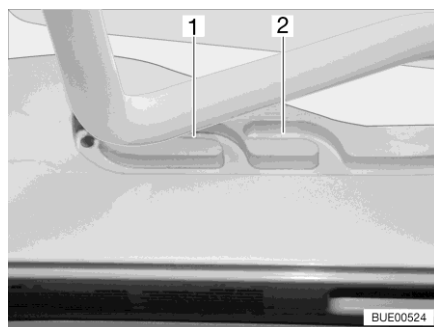
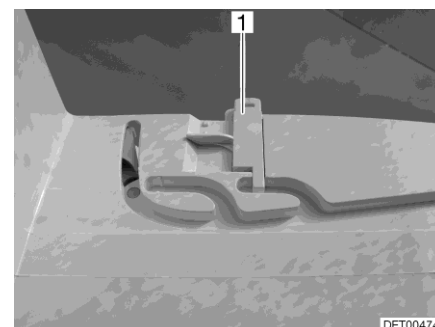

Fig. 89 Guida (posizione di ricircolo d'aria)
Fig. 90 Bloccaggio (posizione di ricircolo d'aria)
È possibile portare l'oblò Heki in due posizioni di ricircolo d'aria: Posizione brutto tempo (Fig. 89,1) e posizione centrale (Fig. 89,2). A seconda del modello, l'oblò può essere bloccato sulla posizione centrale del suo telaio con i due chiavistelli (Fig. 90,1) di sinistra e destra.
- Premere la staffa leggermente verso l'alto, spingerla nella guida selezionata (Fig. 89,1 o 2) ed eventualmente bloccarla.